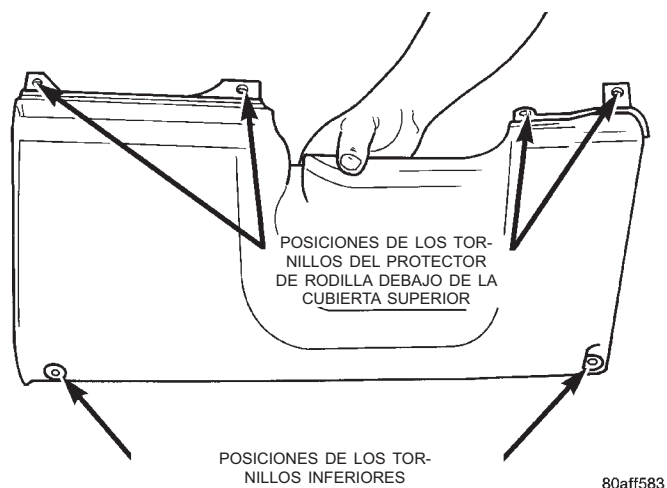
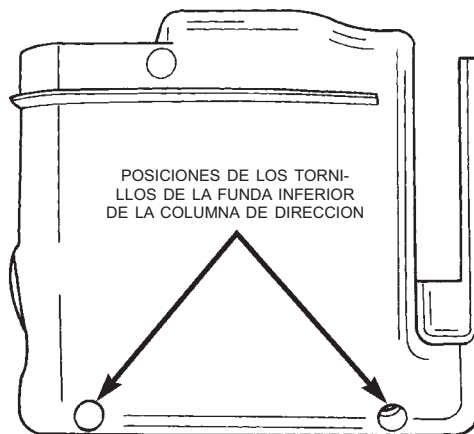

Fig. 22 Puntos de fijación del protector de rodilla
Fig. 23 Posiciones de los tornillos de la funda inferior de la columna de dirección
(9) Tire de la tapa superior del tablero de instrumentos hacia arriba lo suficiente como para obtener acceso a los tornillos del protector de rodilla (Fig. 22).
(10) Retire los tornillos inferiores del protector de rodilla y retírelo.
(11) Retire los tornillos de la funda inferior de la columna de dirección (Fig. 23).